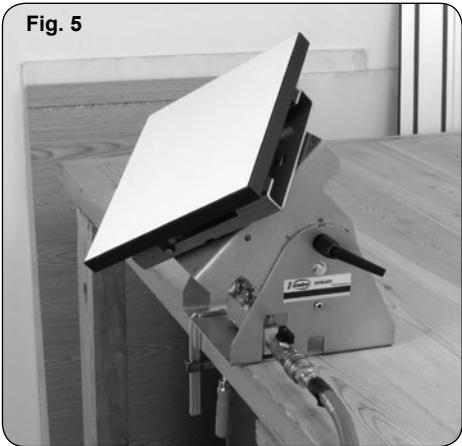

Fig. 6
- Si desea que la sujeción del soporte SVN450 sobre el lugar de trabajo sea también neumático puede montar un sistema SVN250 adicional en los taladros de que dispone la base del soporte principal y conectar la entrada de aire de la nueva unidad a uno de los conectores libres del distribuidor (Fig. 6).
- If you also wish to pneumatically clamp the SVN450 support onto the work area, you may mount an additional SVN250 system, using the holes found on the main support base and connecting the air intake on the new unit to one of the free connectors on the distributor (Fig. 6 - 6.1).
- Pour que le serrage de l'unité SVN450 sur le plan de travail se fasse également par le vide, il est possible de monter un autre plateau à vide SVN250 dans les orifices de la base de l'unité principale et de brancher l'entrée d'air du nouveau plateau sur l'un des embouts disponibles du tiroir de distribution (Fig. 6 - 6.1).
- Se si preferisce che il fissaggio del supporto SVN450 nella postazione di lavoro sia anche di tipo pneumatico, è possibile montare un sistema SVN250 aggiuntivo nei fori di cui dispone la base del supporto principale e collegare l'ingresso dell'aria della nuova unità a uno dei connettori liberi del distributore (Fig. 6 - 6.1)
- Se pretender que fixação do suporte SVN450 sobre o local de trabalho seja também pneumática, pode montar um sistema SVN250 adicional, nos orifícios existentes na base do suporte principal, e ligar a entrada de ar da nova unidade a um dos conectores livres do distribuidor (Fig. 6 - 6.1)
- Для пневматического закрепления системы SVN450 на рабочей поверхности допускается использование дополнительного фиксатора SVN250, закрепив его через отверстия в основании системы и подключив в свободный разъем распределительного блока (Fig. 6).